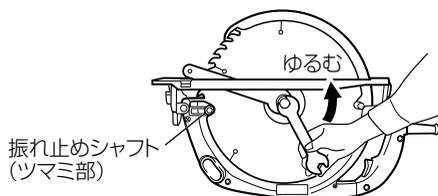

図 18
- (1) 切込み量を最大にし、図 18 のように丸のこを逆さにします。
- (2) 付属のスパナでボルトをはずします。(図 18)
- (3) C15MA の場合はソーカバー側に付いている振れ止めシャフトのツマミを動かして、のこ刃と振れ止めシャフトの隙間を広げてください。(図 18)